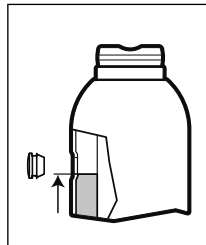
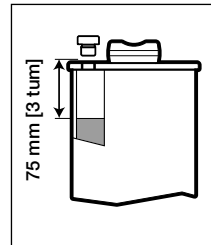

Fig. 6 - Oljenivå,
Fig. 7 - Oljenivå,
3. Alla modeller utom GBJ-100: Fyll tills oljenivån är ungefär jämn med nedre kanten av oljepåfyllningshålet. Se fig. 6.
4. Endast modell GBJ-100: Fyll tills oljenivån är ungefär 75 mm [3 tum] under oljepåfyllningshålet. Se fig. 7.
Med kolven helt tillbakadragen och domkraften i upprätt läge ska oljenivån inte vara högre än vad som visas i Fig. 6 eller Fig. 7 (beroende på domkraftmodellen).